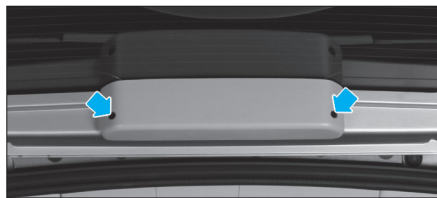

Fig. 77
• Déposer les vis de la garniture (Fig.77).